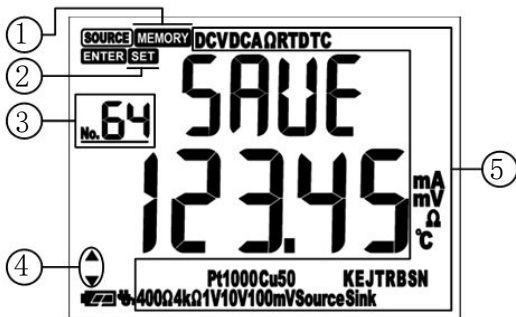

图 5.7 存储常用输出值的显示画面
- (1) 在 **ENTER** 状态下, 按 **STORE** 键, 仪表切换到存储状态显示, 显示内容如【图 5.7】所示。
- (2) 通过按 **▲ ▼ ◀ ▶** 键切换当前存储位置 1~64, 位置数字显示在左上角。上下键?1 个位置号, 左右键?10 个位置号。